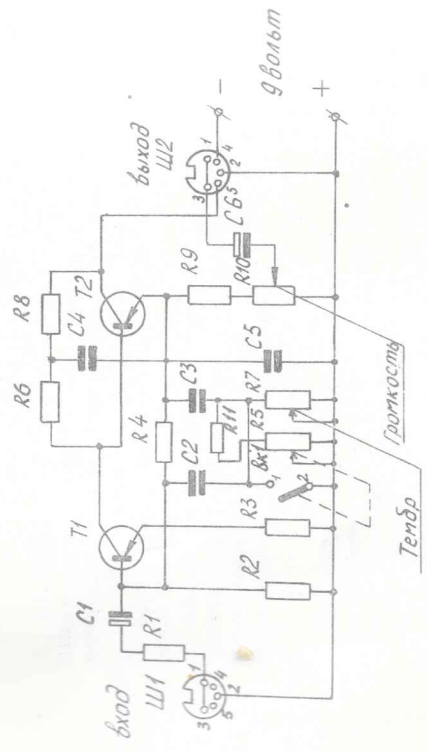
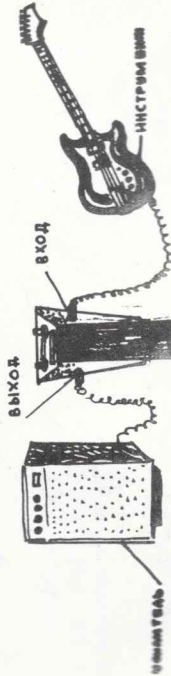

Рис.3. Схема принципиальная.
Рис.2. Схема соединения усилителя
- 5.4. Схема соединения усилителя форсирующего показана на рис.2, а схема подключения на рис.3.